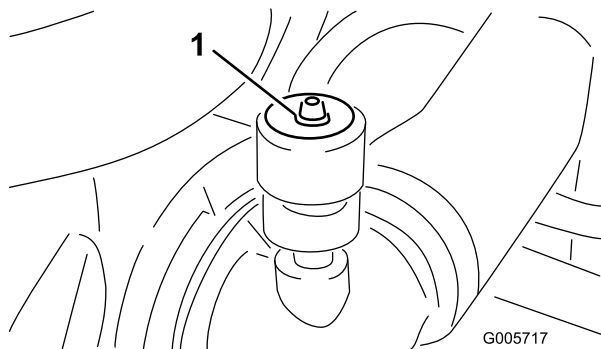

Figura 43
- Faça a manutenção dos filtros de ar sempre que o indicador (Figura 43) do filtro do ar o indicar ou a cada 400 horas de funcionamento da máquina (com maior frequência em condições de trabalho muito sujas ou poeirentas). Não efectue a manutenção do filtro de ar com demasiada frequência.
6. Reinicie o indicador (Figura 43) se este se apresentar vermelho.